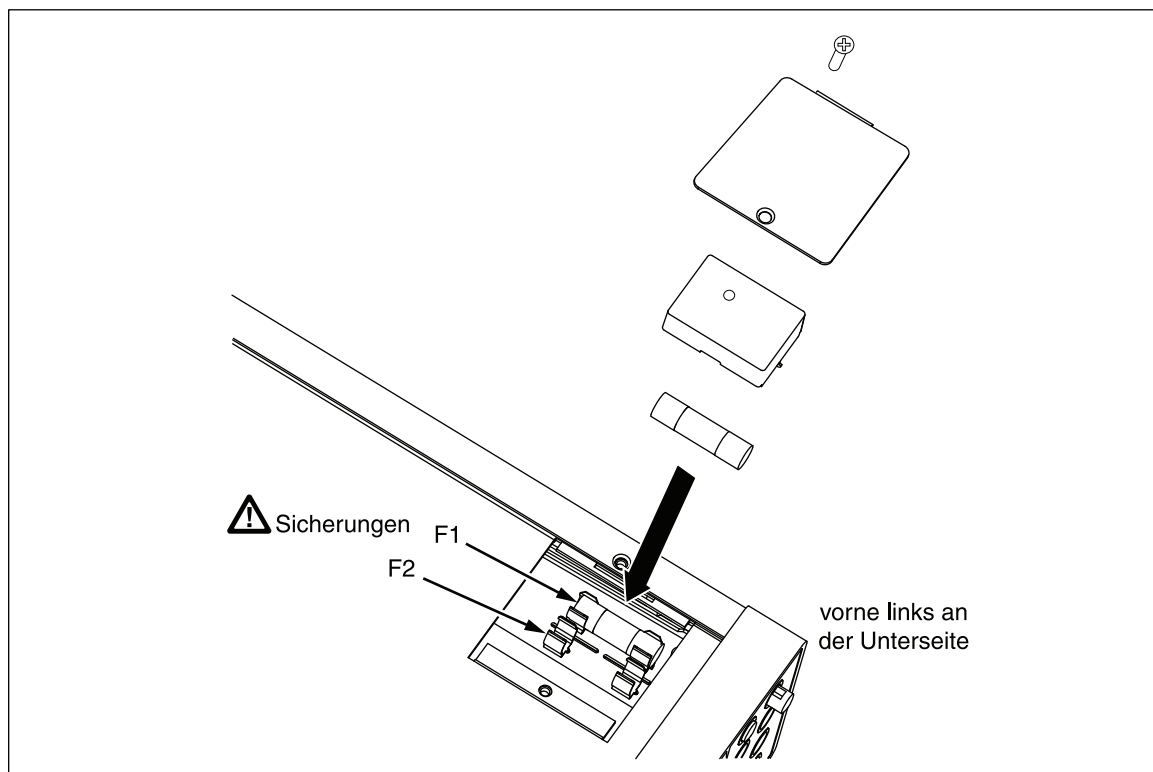

Abbildung 2-2. Ersetzen der Stromeingangssicherungen
3. Die Halteschraube an der Sicherungsfachabdeckung ausschrauben, siehe Darstellung in Abbildung 2-2.